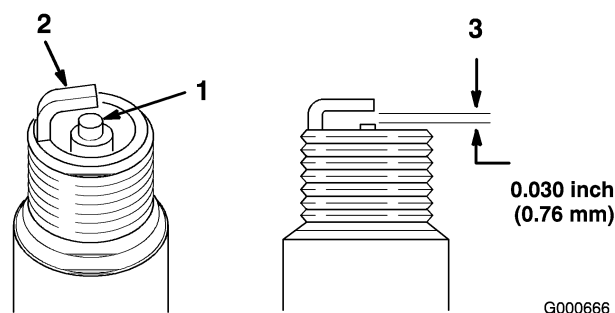

Figura 37
2. Controllate la distanza tra gli elettrodi centrale e laterale (Figura 37). Piegate l'elettrodo laterale (Figura 37) se la distanza non è corretta.
1. Controllate il centro della candela (o candele) (Figura 37). Se l'isolatore è marrone chiaro o grigio, il motore funziona correttamente. Una patina nera sull'isolatore significa in genere che il filtro dell'aria è sporco.